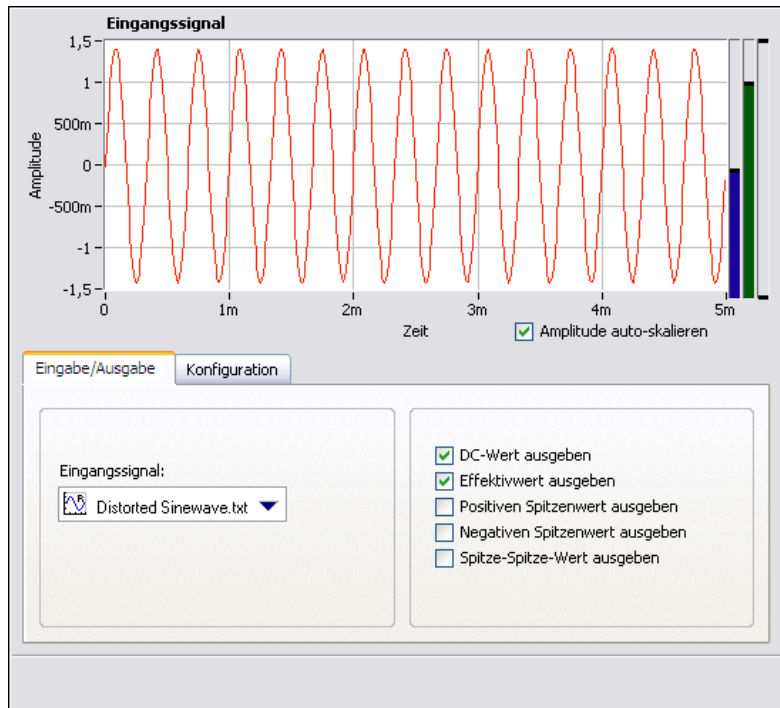

Abbildung 2-4. Registerkarte "Schritteinstellungen" des Schritts "Amplituden und Pegel"
6. Wählen Sie die Registerkarte **Eingabe/Ausgabe**, so dass eine Liste der möglichen Ein- und Ausgabesignale für diesen Schritt angezeigt wird (vgl. Abbildung 2-4).